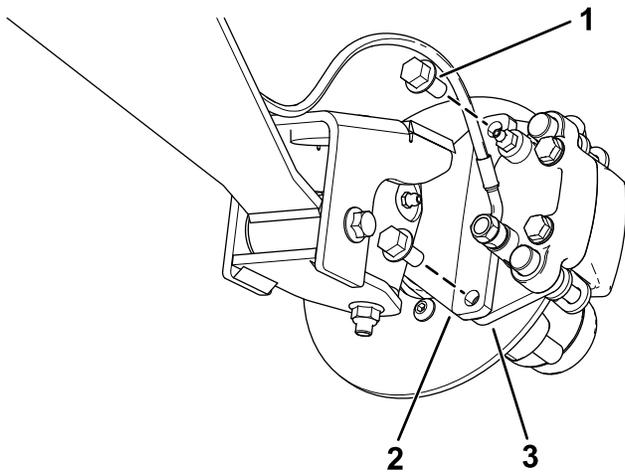
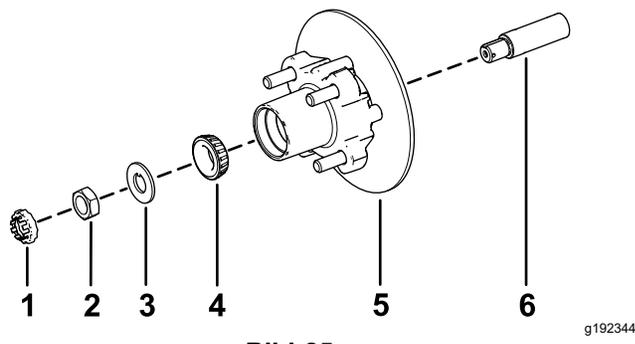

Bild 21
Bild 25
3. Entfernen Sie die Bundkopfschrauben (3/8" x 3/4"), mit denen die Halterung für die Bremse an der Spindel befestigt ist, und nehmen die Bremse von der Spindel ab (Bild 21).
1. Fetten Sie die Spindel leicht mit der angegebenen Fettsorte ein (Bild 25).
2. Montieren Sie die Radnabe und den Drehzylinder an der Spindel mit dem Drehzylinder innen (Bild 25).
3. Montieren Sie das Außenlager an der Spindel und setzen das Lager auf den äußeren Lagerring (Bild 25).
4. Legen Sie die Nasenscheibe auf die Spindel (Bild 25).
5. Schrauben Sie die Spindelmutter auf die Spindel und ziehen Sie die Mutter auf ein Drehmoment von 15 N·m an, während Sie die Radnabe drehen um das Lager zu fixieren (Bild 25).
2. Fluchten Sie die Bremsbeläge mit jeder Seite des Drehzylinders (Bild 21) und die Löcher in der Bremsbackenhalterung mit den Löchern im Bremsenhalter des Spindelrahmens aus (Bild 25).
3. Befestigen Sie den Bremsbackenhalterung mit den beiden Bundkopfschrauben ($\frac{3}{8}$ " x $\frac{3}{4}$ "") am Spindelrahmen (Bild 21).